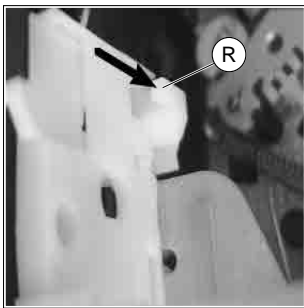
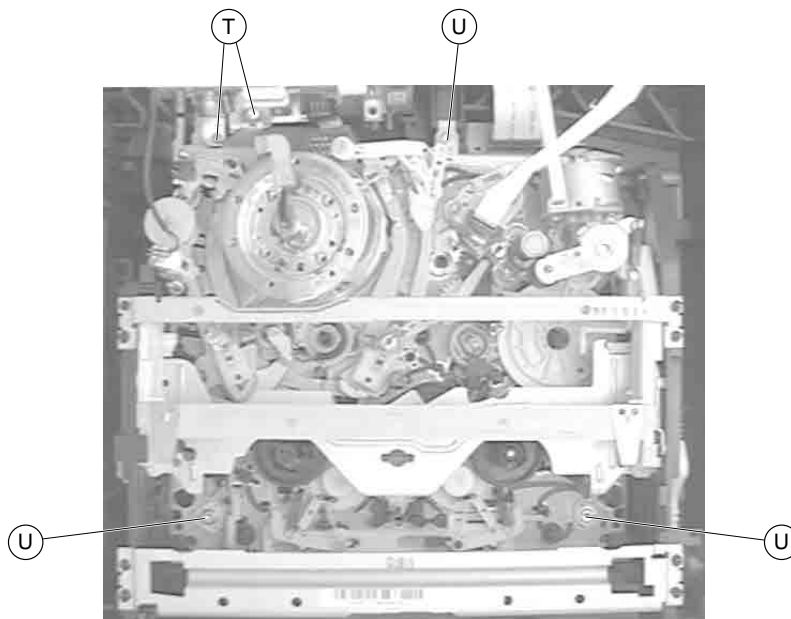

Fig. 8
Fig. 10
- Schrauben (T) entfernen, Steckverbindungen lösen und Kopfverstärker nach oben herausziehen (Fig. 10).
- Arretierungen (R) (Fig. 8) und (S) (Fig. 9) des Cassettenschachtes lösen und diesen dabei so weit nach innen schieben, bis die Schrauben (U) (Fig. 10) zugänglich sind.
- Schrauben (U) entfernen (Fig. 10) und gegebenenfalls Steckverbindungen zur Elektronik lösen.
- Undo the screws (T), unplug the connectors and raise the Head Amplifier to remove it (Fig. 10).
- Release the locks (R) (Fig. 8) and (S) (Fig. 9) of the cassette compartment and move it inwards to gain access to the screws (U) (Fig. 10).
- Undo the screws (U) (Fig. 10) and unplug the connectors to the electronics if necessary.